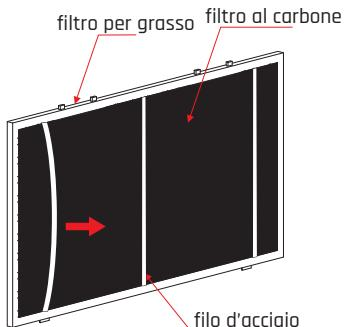

figura 1
3. Per ottenere un effetto ottimale, la cappa deve essere collocata a una distanza di 65-75 cm dalla superficie di cottura. Vedi figura 1.
2. Togliere il filo d'acciaio con una forza adeguata, come mostra la figura 1.